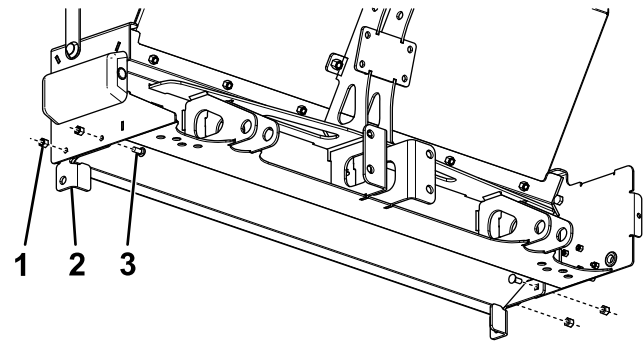

Figura 6
3. Sujete los topes de la plataforma a cada lado del armazón del esparcidor con 4 pernos (5/16") y contratuercas (Figura 6).